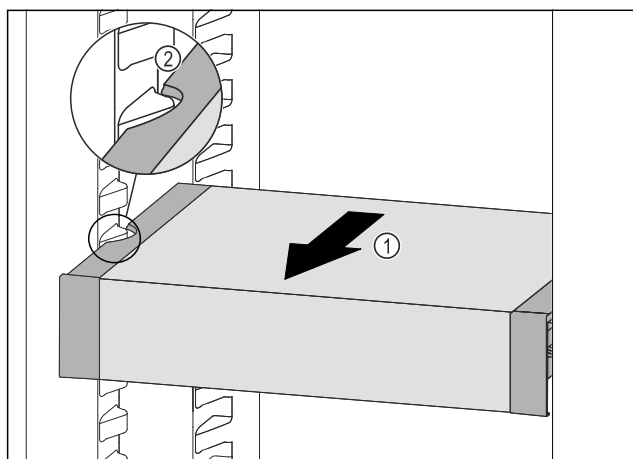

Fig. 219
- Tërhiqni VarioSafe për nga përpara Fig. 219 (1), derisa foletë anësore të VarioSafe të jenë në lartësinë e brinjëve të kutisë në pjesën e ftohjes. Fig. 219 (2)